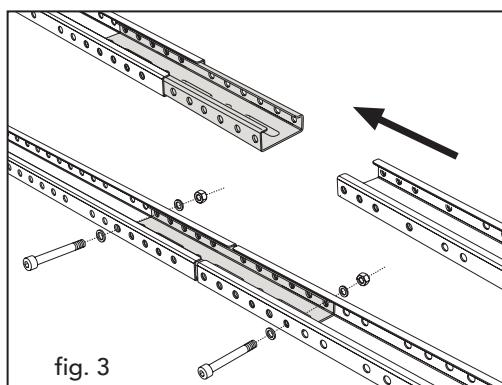

fig. 3
- 1 - Assiemare le strutture portanti a seconda del numero di collettori che si vogliono installare innestando i profili tra loro (fig. 3).